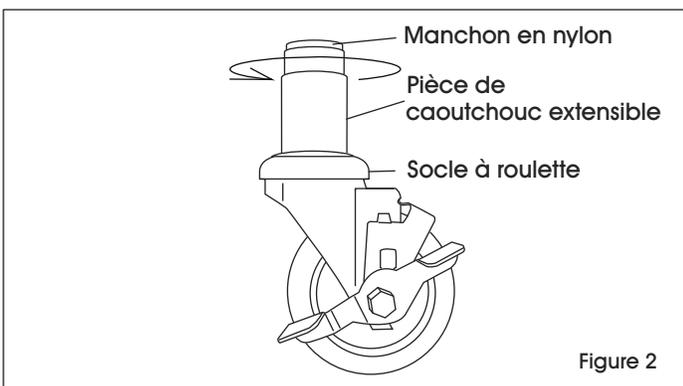

Figure 2
2. Tenez le socle à roulette et tournez le manchon en nylon dans le sens horaire. Ceci provoquera l'étirement de la pièce en caoutchouc. (Voir Figure 2)